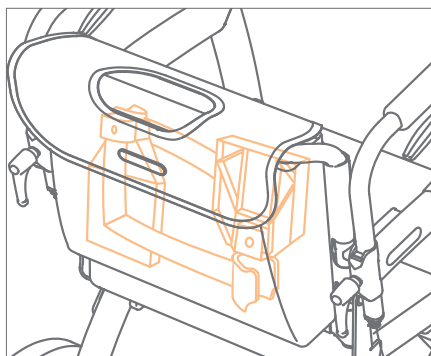

Figure 50: Rangement des repose-pieds en miroir.
- Retirez les repose-pieds du cadre. Faites glisser les repose-pieds vers le haut jusqu'à ce qu'ils soient libérés des supports de repose-pieds. Remettez-les dans le sac du paquet de fauteuil roulant Rollz, en les plaçant de manière miroir l'un par rapport à l'autre (**Figure 50**).